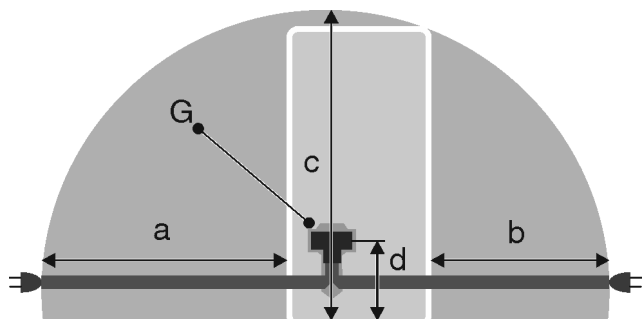

Fig. 28
- La presa non deve trovarsi nella zona posteriore dell'apparecchio, ma entro la zona indicata Fig. 28 (a, b, c).
- ▶ Inserire la spina Fig. 28 (G) sul retro dell'apparecchio. Assicurarsi che si innestino correttamente.